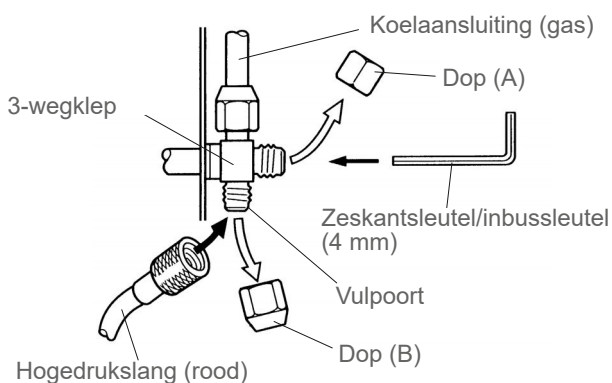

fig. 43 - De slang aansluiten op de gasklep
- Verwijder de beschermdop (B) uit de vulpoort (Schra-der) van de gasklep (grote diameter).
- Sluit de hogedrukslang van de Manifold aan op de vulpoort (fig. 43).